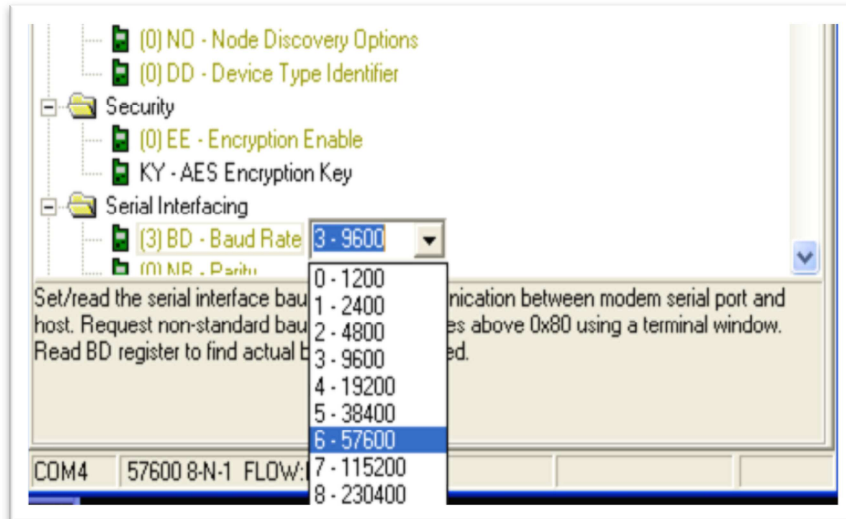

Figura 3.16 Valor del Baude Rate
5. En el parámetro Serial Interfacing a la opción Baude Rate. Los módulos Xbee Pro 900 tienen como valor predeterminado 9600bps, lo que debe cambiar para que coincida con la velocidad de serie de la APM de 57600 bps. Como se ve en la Figura 3.16.